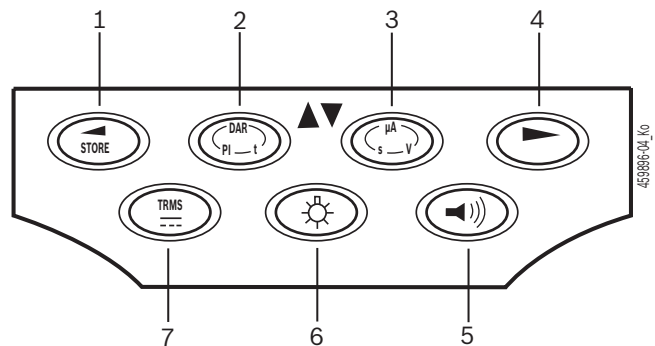

Fig. 3: Touches de fonction FSA 050
Le rétroéclairage de l'écran LCD peut être sélectionné lorsque le FSA 050 est activé (Fig. 3, pos. 6). Le rétroéclairage est désactivé automatiquement après 20 secondes.
Le ronfleur (Fig. 3, pos. 5) peut être activé pour mesurer la continuité. Le symbole apparaît sur l'écran LCD (Fig. 5, pos. 4).
Lors d'une communication Bluetooth, après une pression sur la touche de sélection ► (Fig. 3, Pos. 4), l'afficheur LCD indique pendant env. une seconde de **BT** (Fig. 5, Pos. 2).